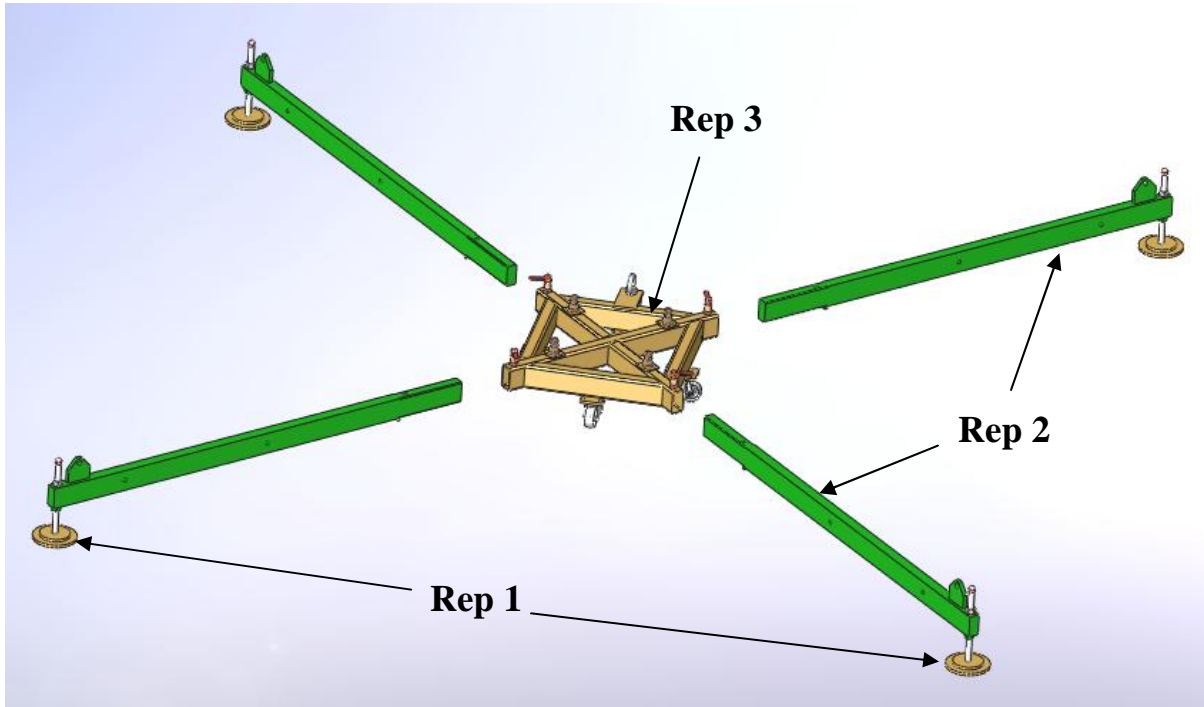

fig.1
a) S'assurer que le sol soit suffisamment ferme et résistant afin d'éviter le poinçonnement provoqué par les coupelles (rep 1) situées à l'extrémité des pieds (rep 2), (fig.1).
Insérer les 4 pieds (rep 2) aux côtés du châssis (rep 3) dans le trou rectangulaire prévu à cet effet (fig.1)